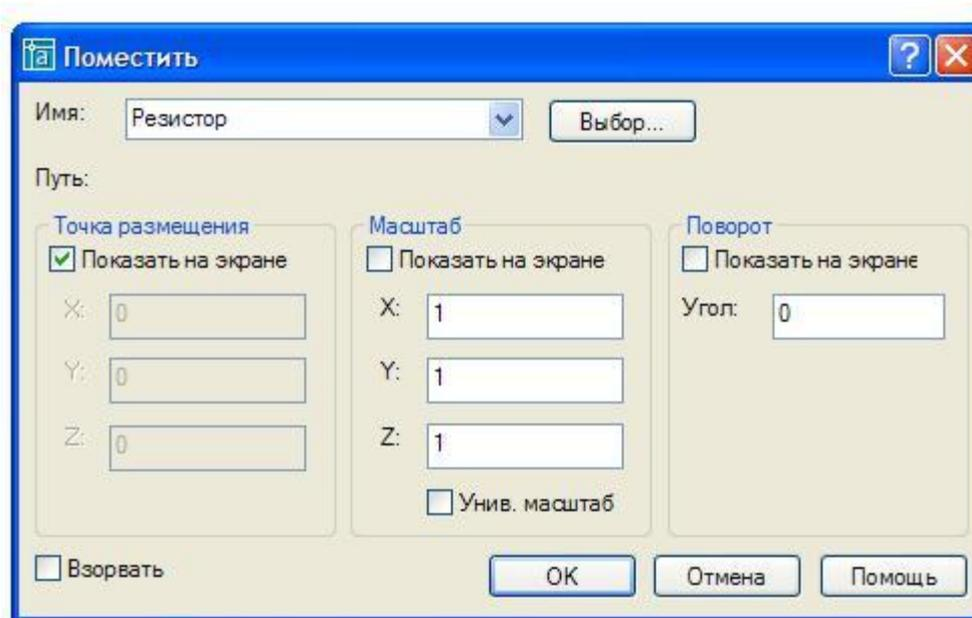

Рис. 5.4 Диалоговое окно **Поместить**
1. Ввести команду **INSERT (ВСТАВИТЬ)**, которая вызывает диалоговое окно **Insert (Поместить)** (рис. 5.4); Данное окно позволяет вставлять в текущий рисунок описанные в нем блоки (а также файлы из других рисунков);